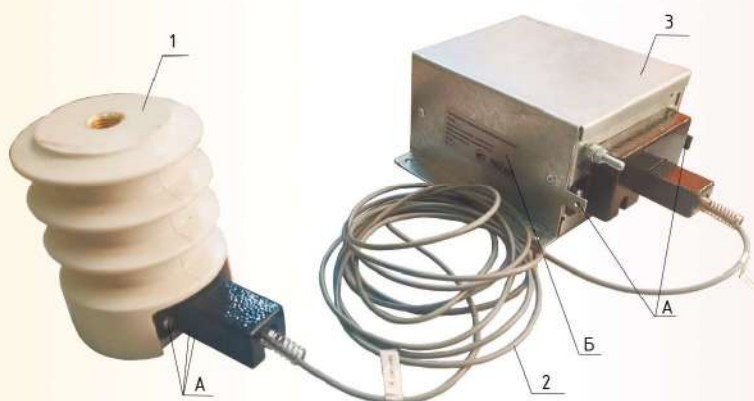

Рис. 1 – Общий вид устройства, обозначение мест пломбировки от несанкционированного доступа (А) и места нанесения заводского номера (Б).
- ИОЭЛ, в форме опорного изолятора для установки в КРУ, КСО, шинные мосты, рис.1;